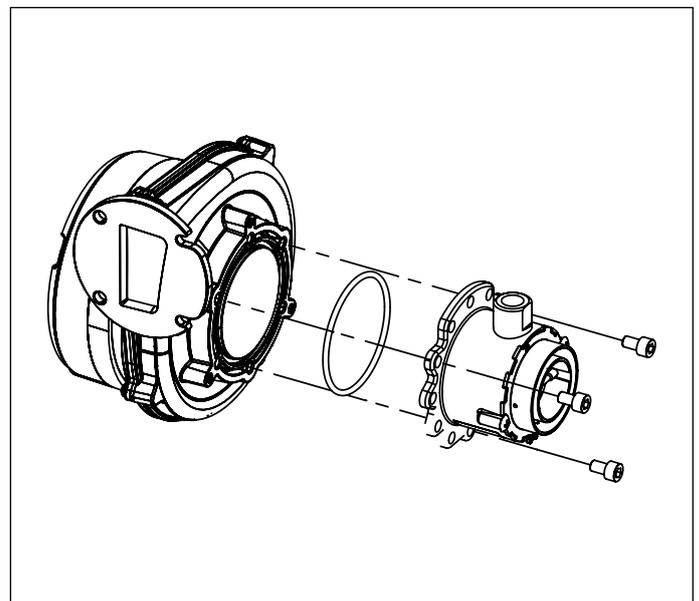

Abb. 29 Mischeinrichtung
- Die Mischeinrichtung nach dem Lösen der drei Innensechskantschrauben entfernen (siehe Abb. 29 Mischeinrichtung).